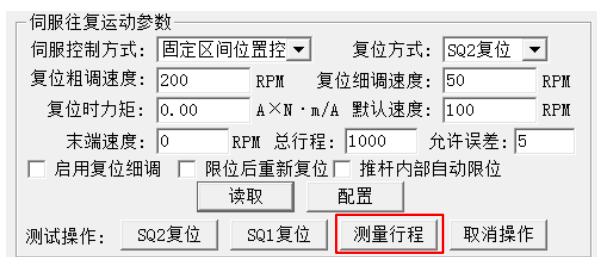

图 4.125 行程测量操作
- 7) 向往复运动测试寄存器 (0x00cf) 写 0x04 进行行程测量操作, 如图 4.125 所示。在学习时, 工作指示灯和故障指示灯将交替闪烁; 电机拖动的装置首先会向起点 (SQ2) 方向移动, 当起点限位触发后, 驱动器便确定了行程起点位置, 此时驱动器将“嘀”的一声短鸣; 接着电机拖动的装置将会向终点 (SQ1) 方向移动, 当终点限位触发后, 驱动器便确定了行程终点位置, 此时驱动器将再次“嘀”的一声短鸣。行程数值将自动写入 0x00c2-0x00c3 寄存器 (行程控制相关的其它寄存器见小